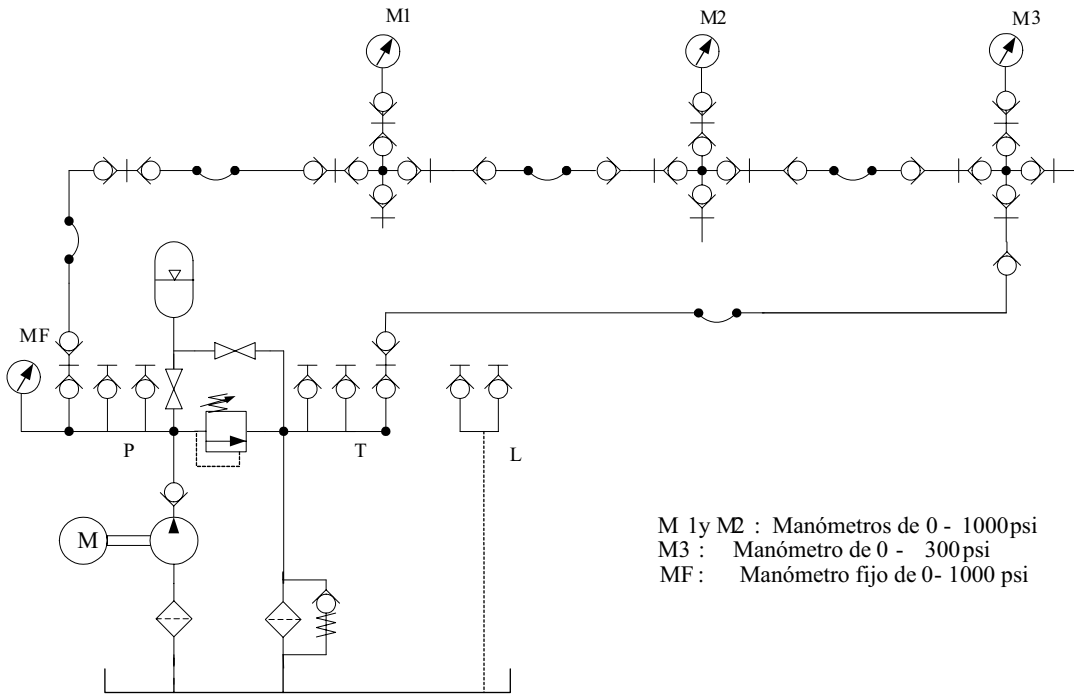
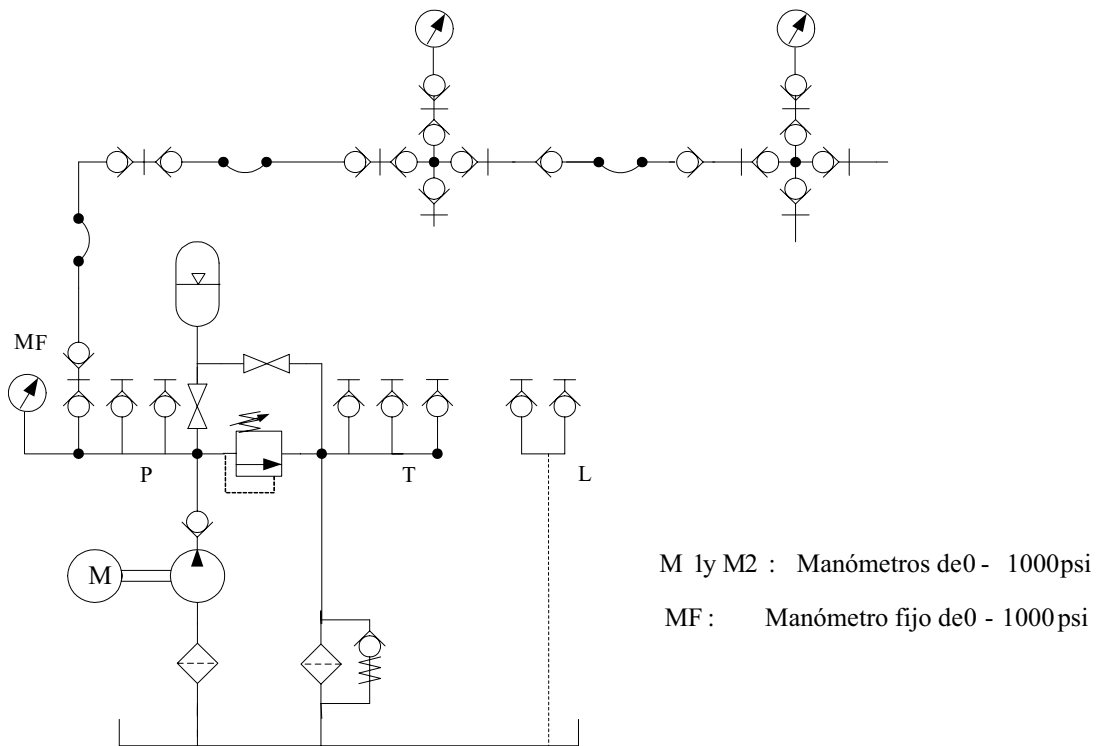

Figura 2.1. Circuito hidráulico, para comprobar leyes fundamentales.
Figura 2.2. Circuito hidráulico, para comprobar leyes fundamentales.
2. Construir el circuito de la figura 2.1. Cerrar la válvula de carga al acumulador
6. Construir el circuito de la figura 2.2. Proceder de igual forma que con el circuito de la Figura 2.1.